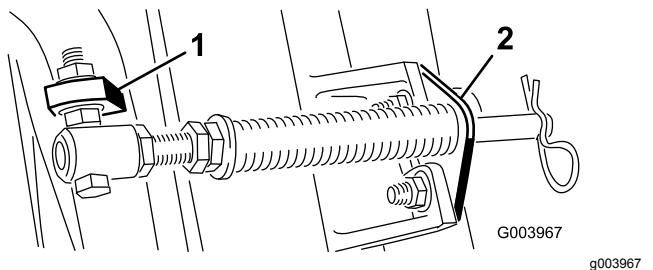

Bild 5
Hinweis: Positionieren Sie den Schraubekopf zur Außenseite der Nase, wie in Bild 5 dargestellt.
- D. Montieren Sie die Stangenhalterung mit den Schlossschrauben und Muttern an den Schneideeinheitnasen (Bild 5).